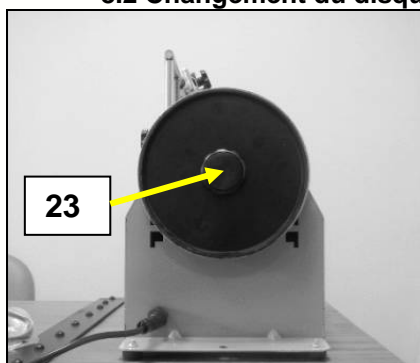

Fig 29
- Dévissez la molette tarudée (23) (Fig 29).